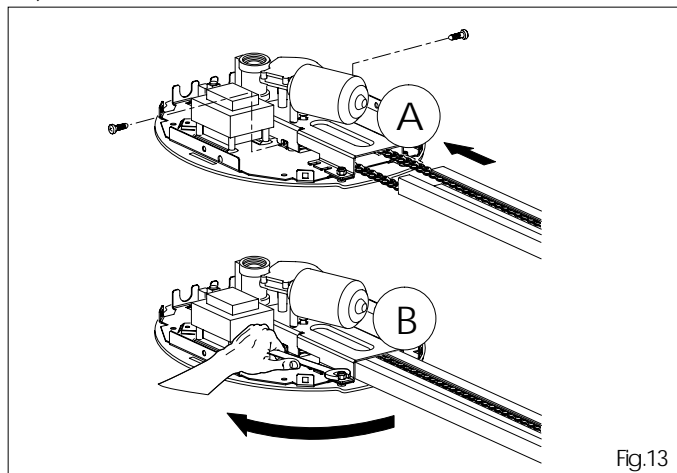

Fig.13
5.8 Repositionner le groupe moteur sur le support, en le bloquant avec les vis spéciales autotaraudeuses (fig.13 réf.A).
Introduire le longeron d' après la figure 13 (réf.A) jusqu'à la butée.
5.9 Serrer le groupe moteur avec la clé prévue à cet effet (fig.13 réf.B).